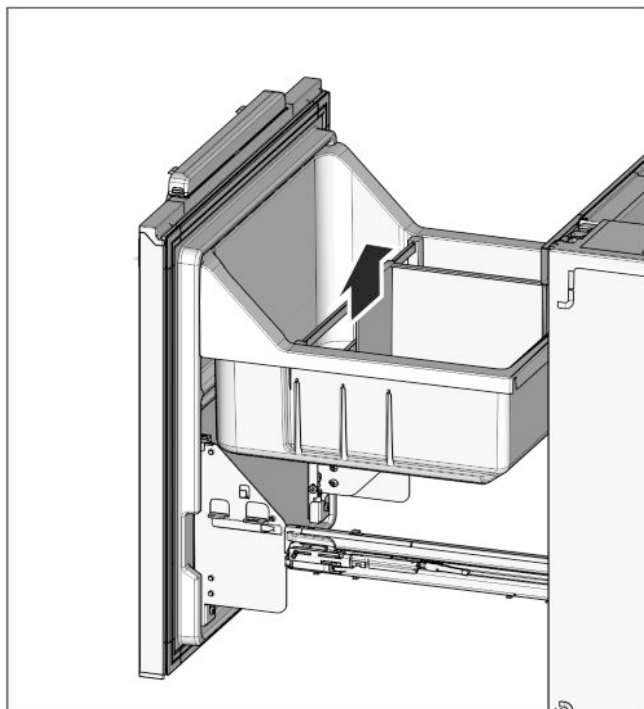

Fig. 24
- Flessenrek Fig. 24 (32) en groentelade Fig. 24 (31) weer erin zetten.